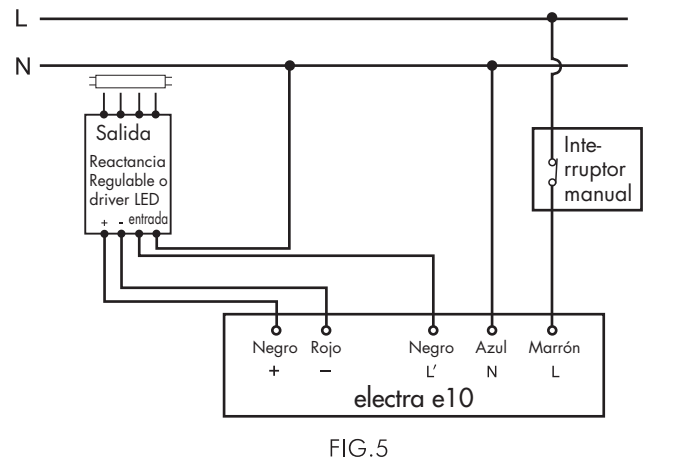

FIG.5
3.3.1 Operación normal (ver FIG.5)